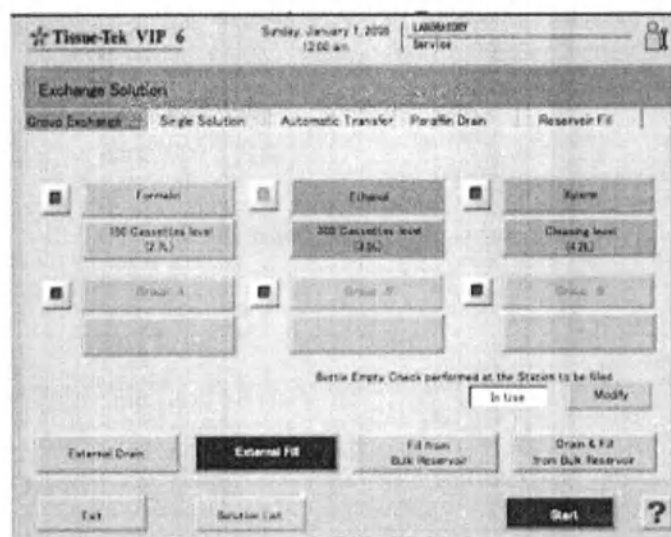

Рис. 95 Окно «Замена растворов»
1. В меню процессов («**Process Menu**») нажмите кнопку «**Exchange Solution**» (Замена растворов). Появится соответствующее меню (Рис. 95).